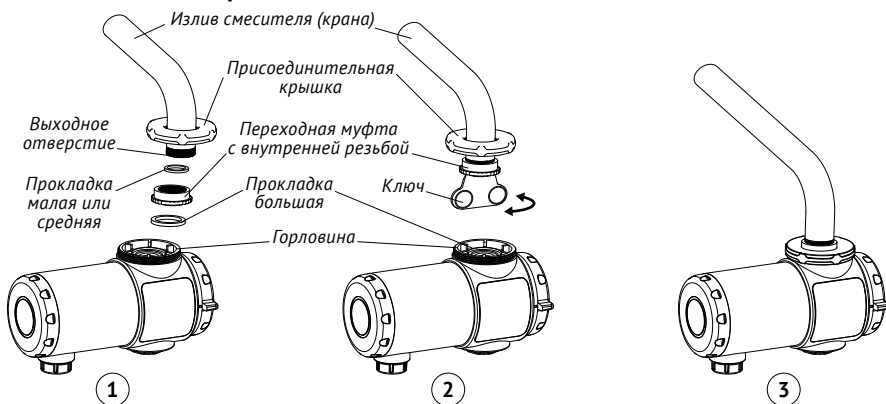
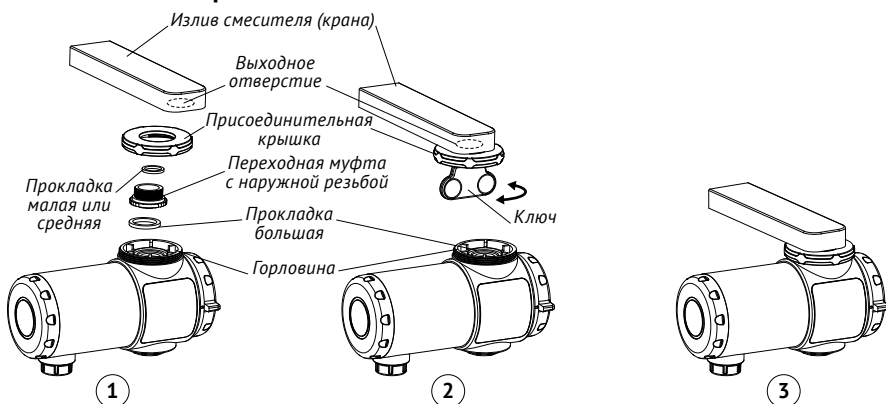

Рис. 5
Рис. 6
В зависимости от конструкции излива (с сетчатым аэратором или без), а также способа соединения аэратора (наружная резьба или внутренняя), возможны три способа установки крана-водонагревателя (см. рис. 5, 6, 7).
2. В зависимости от расположения резьбы на выходном отверстии излива (внутри или снаружи), поднесите присоединительную крышку крана к отверстию излива (рис. 6) или наденьте её непосредственно на излив (рис. 5). Используя подходящую по размеру прокладку (малую или среднюю) установите переходную муфту на выходном отверстии излива. Установите лопатку ключа в прорези на тыльной стороне муфты и вращая ключ по часовой стрелке закрепите муфту (с крышкой) на изливе.